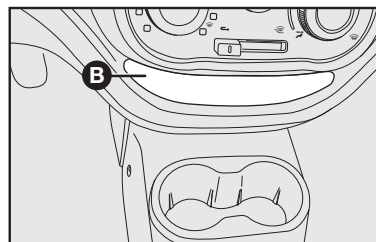
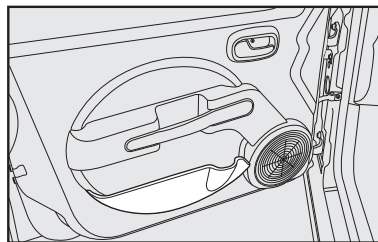
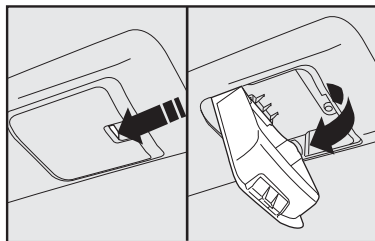

fig. 53
fig. 55
fig. 56
Em algumas versões, estão disponíveis porta-garrafas localizados nos painéis das portas dianteiras **fig. 55**.
- no painel **B-fig. 53 e 54**, painéis de portas **fig. 55** e no teto do veículo **fig. 56**.